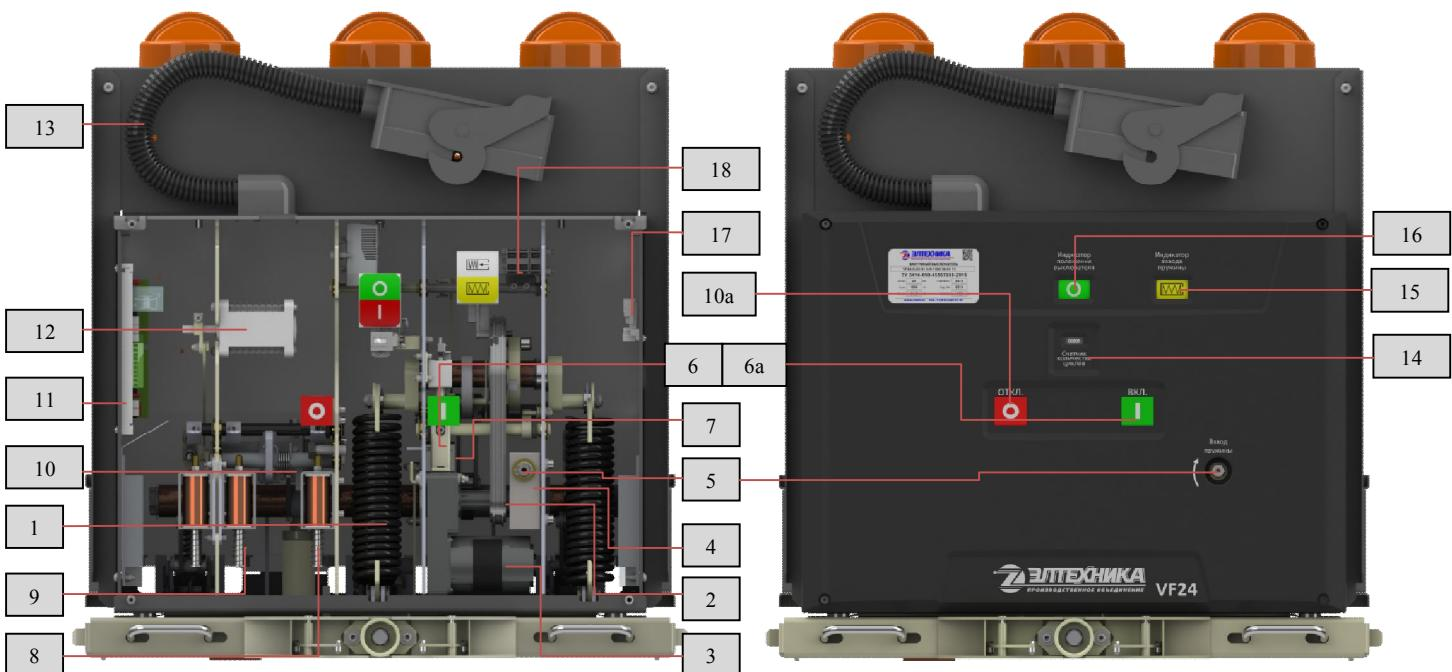
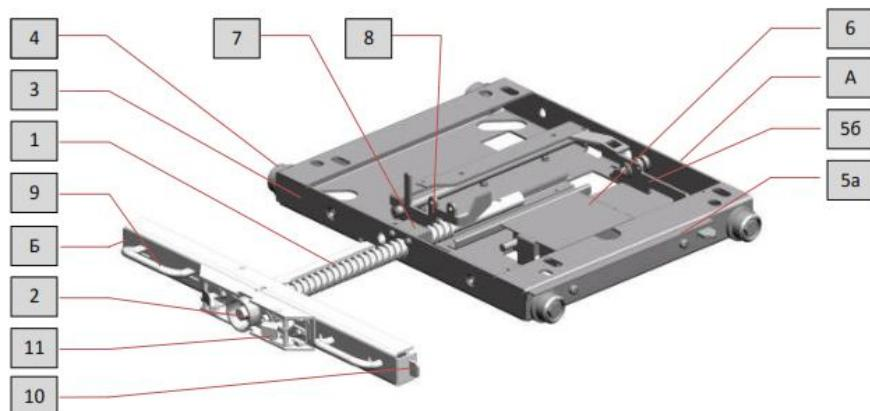
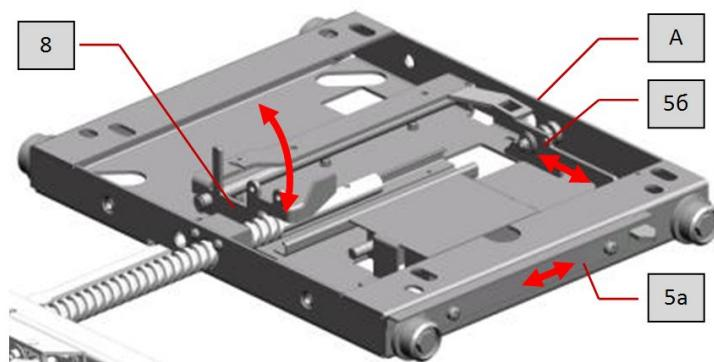

Рис. 3 Привод выключателя:
Рис. 5 Тележка аппаратная:
Рис. 6 Механические блокировки:
Привод выключателя (рис. 3) представляет собой механизм, обеспечивающий размыкание и замыкание контактов ВДК с характеристиками, необходимыми для нормального функционирования выключателя.
Тележка аппаратная (рис. 5) состоит из подвижной части (А), к которой крепится выключатель при помощи 4 болтовых соединений M12, и неподвижной (Б), являющейся опорой червячно-винтового механизма привода подвижной части. Перемещение подвижной части относительно неподвижной осуществляется посредством винта (1) при помощи рукоятки оперирования выкатным элементом (рис. 13), которая устанавливается в гнездо (2).
1.4.1.5.1. Механическая блокировка перемещения выкатного элемента (11) при открытой двери ячейки препятствует установке рукоятки оперирования выкатным элементом в гнездо (2) (рис. 5).
обозначения согласно рис. 5
1.4.1.5.2. Внешняя механическая блокировка расположена на правой боковой стенке основания (3) тележки аппаратной и предназначена для обеспечения двусторонней механической связи с заземлителем и другими коммутационными аппаратами ячейки (рис. 5). Нажимная планка блокировки заземлителя (5а) управляет шторкой гнезда оперирования заземлителем, разрешая оперирование им только в контрольном (выкаченном) положении выключателя. С другой стороны, механизм заземлителя воздействует на планку блокировки винта привода тележки (5б), утапливая ее внутрь основания (3), при включенном заземлителе. Планка блокировки винта привода (5б), в свою очередь, через систему рычагов блокирует винт (1) привода тележки аппаратной (рис. 6).
1.4.1.5.3. Механическая блокировка включения выключателя (8) запрещает перемещение подвижной части (А) тележки аппаратной из фиксированного положения (рабочего или контрольного) при включенном выключателе, а также блокирует включение выключателя в промежуточном положении подвижной части (А) тележки аппаратной(рис. 6).
1.4.1.5.5. Блокировка от повторного включения препятствует подаче команды на повторное включение выключателя в отключенном положении. Блокировка реализована на плате управления X1 (11) (рис. 3) в схеме цепей управления выключателем (Приложение 2). Она препятствует подаче команды на электромагнит включения в дистанционном режиме.
Блок-контакты выключателя (12) (рис. 3) и блок-контакты силовой пружины (18) расположены на приводе выключателя. Блок-контакты тележки аппаратной (6) (рис. 5) расположены на подвижной части (А) тележки аппаратной.